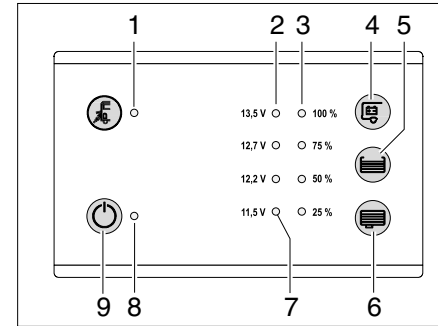

Bild 53 Panel LT 100
- ▶ Das Sensor-Tastfeld Hauptschalter 12 V EIN / AUS (Bild 53,9) berühren.
- ▶ Das Sensor-Tastfeld Abfrage Batteriespannung Wohnraumbatterie (Bild 53,4) berühren:
- ▶ Das Sensor-Tastfeld Abfrage Tankfüllstand Wasser (Bild 53,5) bzw. Abwasser (Bild 53,6) berühren.